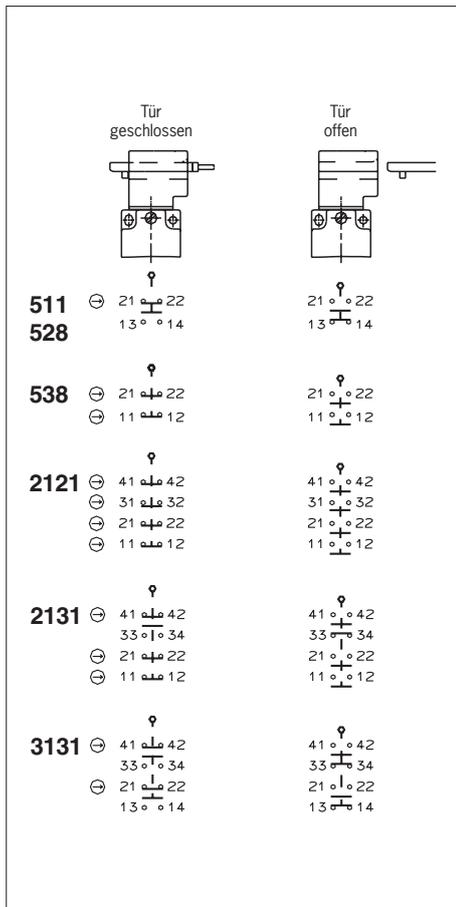

Bild 2: Schaltelemente und Schaltfunktionen
Es muss mindestens ein Kontakt (☉) verwendet werden. Dieser signalisiert den Zustand der Zuhaltung (Kontaktbelegung siehe Bild 2).
2. Anschließen und Klemmen mit 0,5 Nm anziehen (Kontaktbelegung siehe Bild 2).